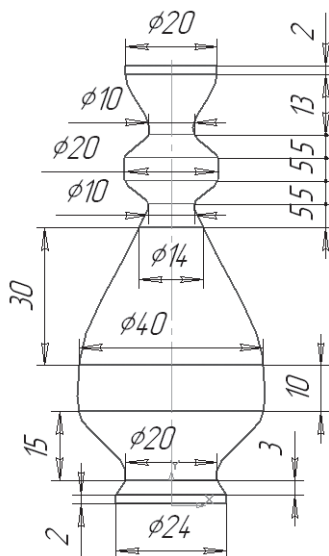

Рис. 257
1. Рассмотрим создание элемента по нескольким поперечным сечениям без направляющей (рис. 257):
- на панели **Свойств** в поле **Расстояние** введите значение смещения 3 мм (см. рис. 257, построение снизу вверх), **Направление смещения** –  **Прямое**, т.е. вверх. На экране появится фантом создаваемой плоскости;
координат (см. рис. 257). Прервите команду и выйдите из эскиза (Эскиз: 2);